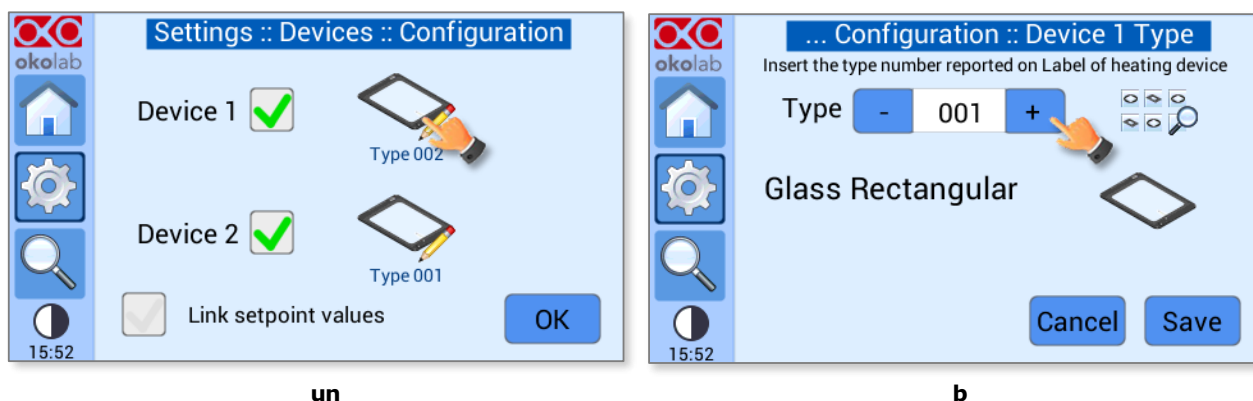
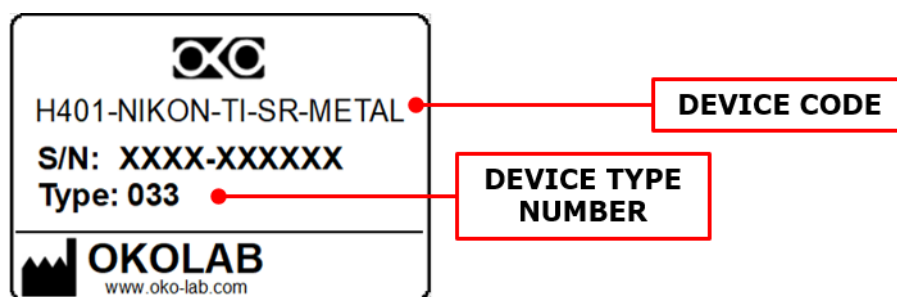

Figura 18. Menu di configurazione del tipo di dispositivo (a – b).
Figura 19. Etichetta del dispositivo di riscaldamento.
- 2 Premere l'icona Dispositivo per scegliere il tipo di dispositivo collegato, vedere la Figura 18 a. Selezionare il numero del tipo del dispositivo (vedere la Figura 18 b). È possibile leggere il numero del tipo di dispositivo sull'etichetta del dispositivo di riscaldamento (vedere la Figura 19).